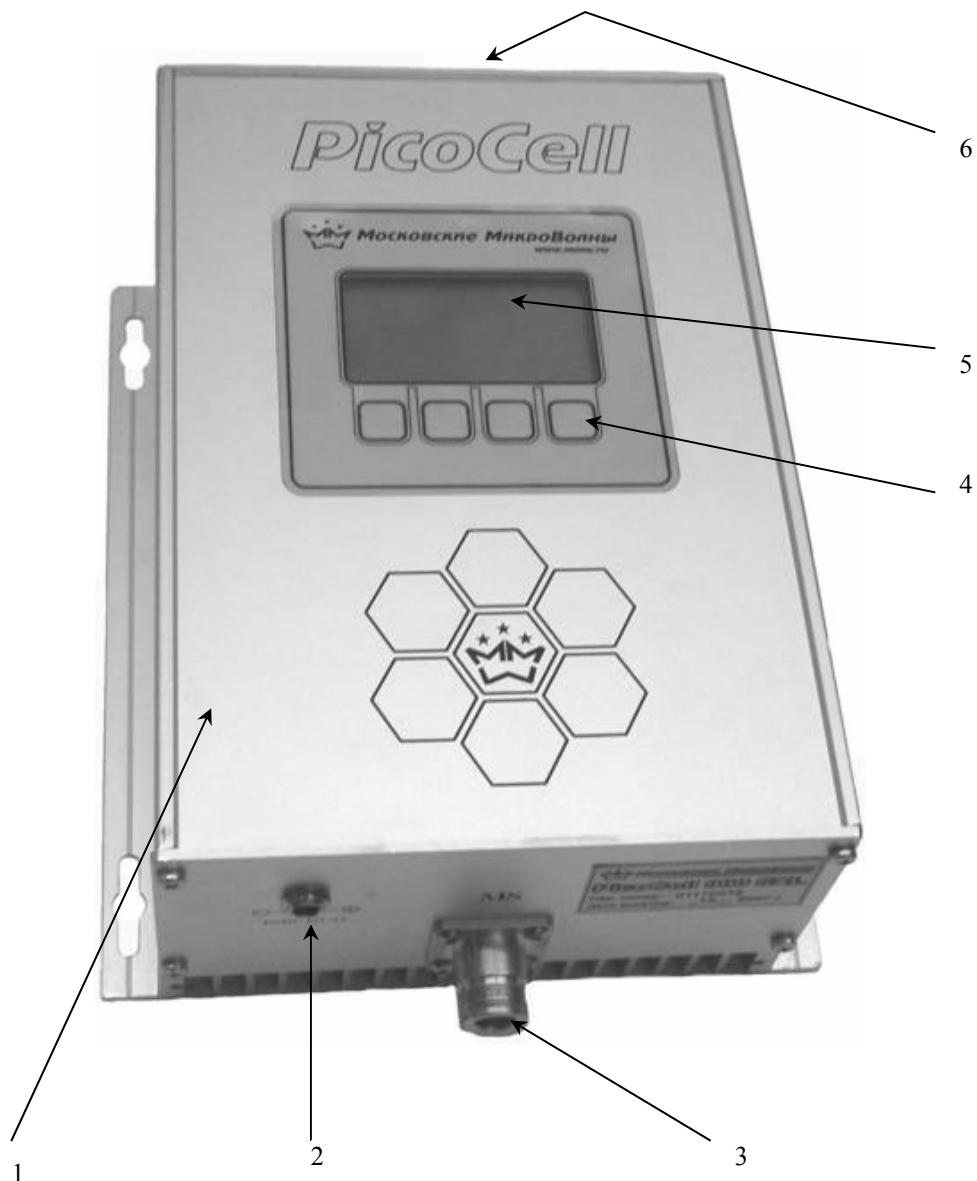

Рис.1 Ретранслятор *PicoCell 900 SXL*
Внешний вид ретранслятора *PicoCell 900SXL* показан на рис.1
3.2.3. Присоедините разъемы кабелей от antenn к соответствующим разъемам ретранслятора (см. рис.1). Внутренние поверхности ВЧ разъемов должна быть чистыми. В случае попадания пыли или влаги внутрь ВЧ разъемов следует перед подсоединением протереть их ветошью или ватным тампоном, смоченным чистым спиртом.